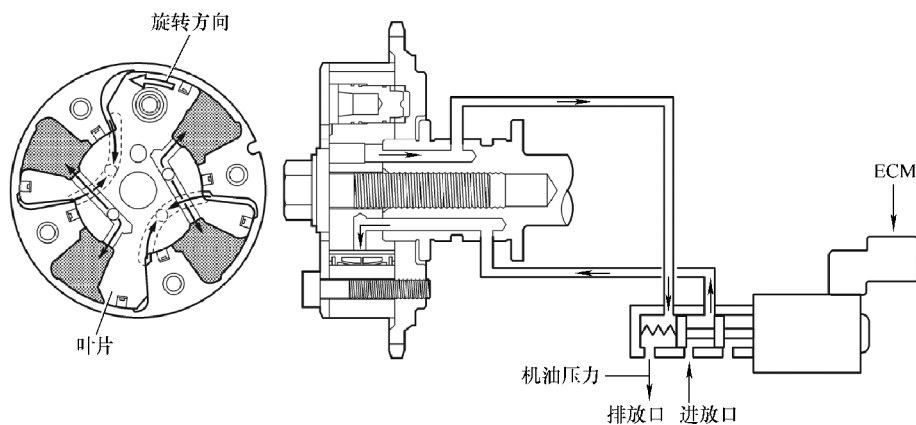
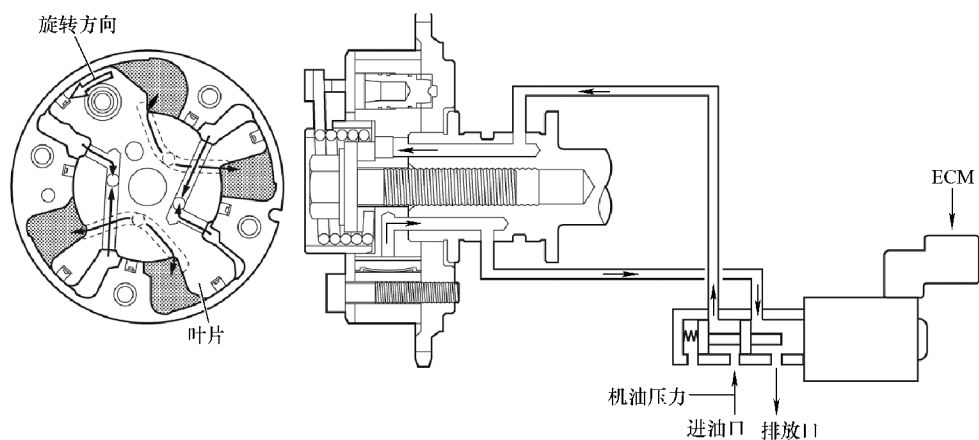

图 12-8 进气凸轮轴正时延迟
图 12-9 排气凸轮轴正时延迟
(2) 正时延迟 通过来自 ECM 的延迟信号将凸轮轴正时机油控制阀分别定位在图 12-8 和图 12-9 所示位置时，产生的机油压力施加到正时延迟侧叶片室，使凸轮轴沿正时延迟方向旋转。